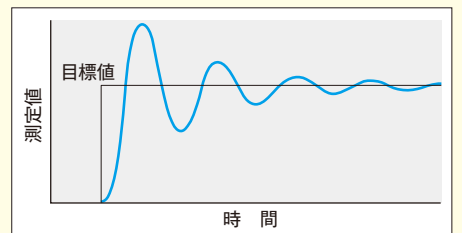

図2.2 積分時間(T_i)の調整
- (2) 積分時間(T_i)を大きい値から徐々に小さい値へと変えていきます。比例帯と同様に設定値をステップ状に変更して、図2.2のように測定値がゆっくりと振動し始めたらそこで止め、少し大きい値に戻します。